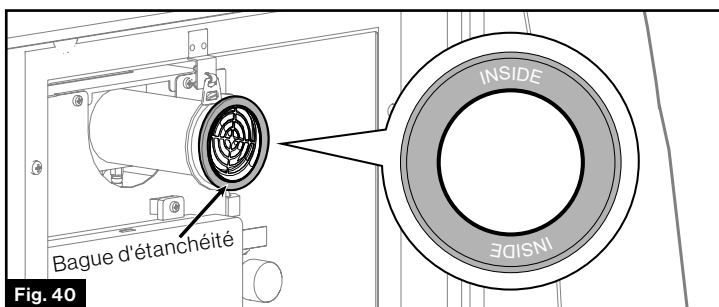

Fig. 40
12. Une bague d'étanchéité est fixée sur la cheminée. (Fig. 40). Inspectez pour vous assurer que le sceau ne présente aucune fissure ou déchirure et qu'il est en bon état. Prenez contact avec Furrion pour le remplacement.